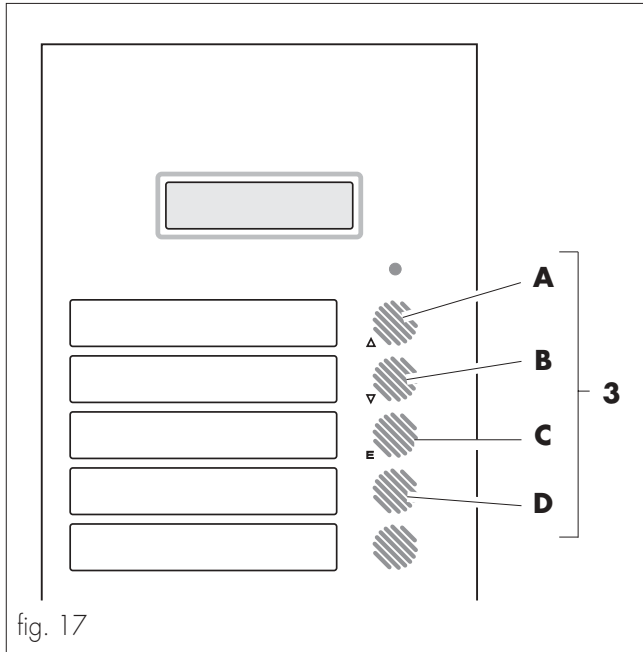

fig. 17
En el modelo D.A. 5P las teclas de programación son **A - B - C - D** (ref. 3, fig. 17).
En el modelo D.A. 3P las teclas de programación son **A - B - C** (ref. 3, fig. 17).
- activar el distribuidor mediante el interruptor general (ref. 25, fig. 1) manteniendo pulsadas simultáneamente las teclas "UP" y "ENTER" (ref. A y C, fig. 17).
Visualiza los servicios totales y parciales de todas las bebidas, modelo D.A. 5P teclas **A - B - C - D - E** (ref. 3, fig. 17), modelo D.A. 3P teclas **A - B - C** (ref. 3, fig. 17).
Utilizando las teclas "UP" y "DOWN", se pueden visualizar los servicios totales y parciales de cada una de las bebidas, modelo D.A. 5P teclas **A - B - C - D - E** (ref. 3, fig. 17), modelo D.A. 3P teclas **A - B - C** (ref. 3, fig. 17).